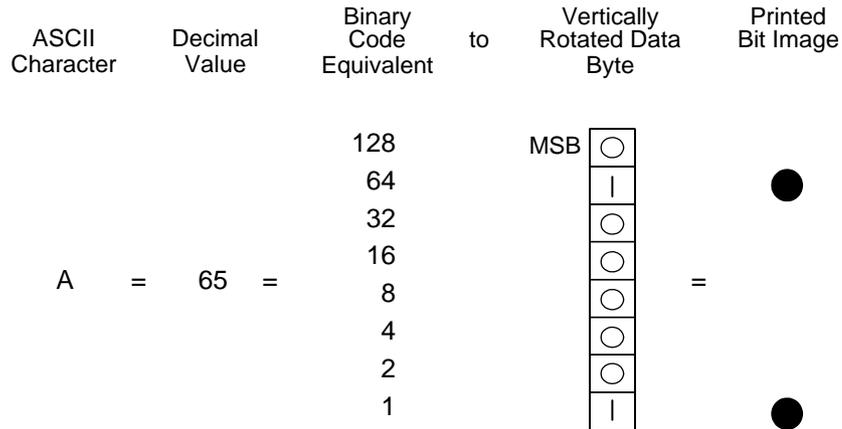
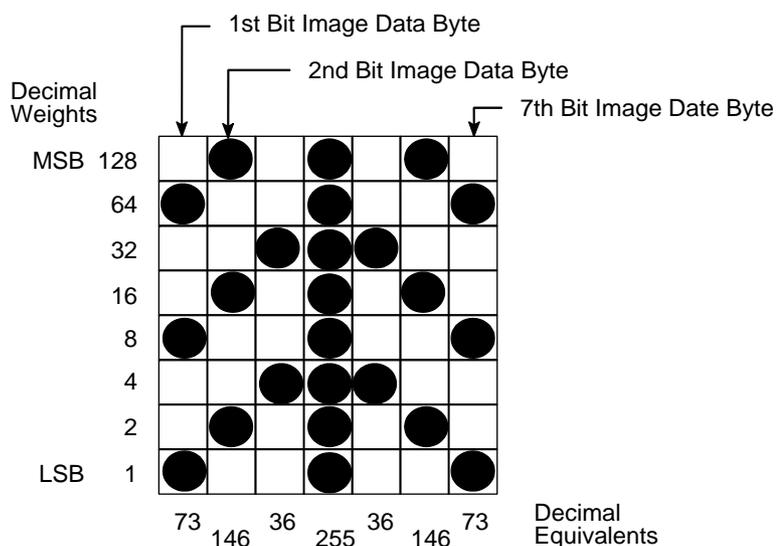

图 11. ASCII 字符的位图模式
图 12. 位图模式方案
ASCII 字符与其十进制值以及位图的关系如图 11 所示。所有字体都使用了数据字节的全部 8 位，但有些字体具有更高和更矮的字符。(如果希望打印结果没有水平间隔，您可能需要调节行间距。)数据字节通过二进制、八进制、十六进制或十进制表示区分。这些数字表示在数据流中组合起来就形成了图形模式，如图 12 所示。
1. 在一块方格板或绘图纸上绘出要打印的图形模式。（请参阅图 12。）